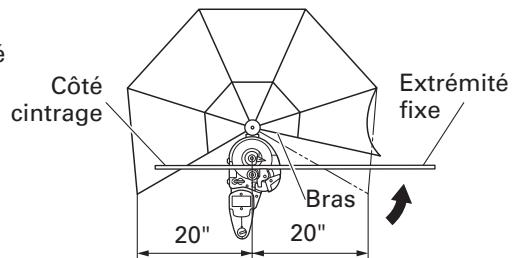

Fig. 21
- Installer la protection anti-flèche avec des barres béton de 20" (dimension intérieure de la protection anti-flèche) ou moins pour protéger les personnes autour de la cisailleuse/cintreuse au cas où la barre béton se briserait en éclats et dévierait pendant le cintrage. (Fig. 21)
- (2) Bien installer la protection anti-flèche pour cintrer des barres béton d'une longueur de cintrage de 20" (dimension intérieure de la protection anti-flèche) ou moins et d'une longueur de fixation supérieure à 20". Dans ce cas, amener le bras sur le côté fixation, comme indiqué ci-dessous. (Fig. 21)